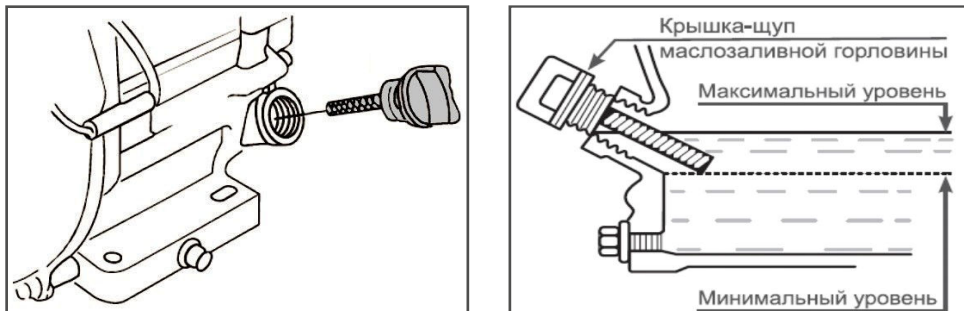

Рис. 11
- Отверните крышку маслоналивной горловины (Рис. 11) из картера двигателя, достаньте щуп.
ВНИМАНИЕ! Максимальный уровень масла в картере соответствует нижней кромке заливного отверстия (Рис. 11)
3. Залейте бензин в топливный бак при помощи специальной емкости или воронки до уровня, показанного на Рис. 11